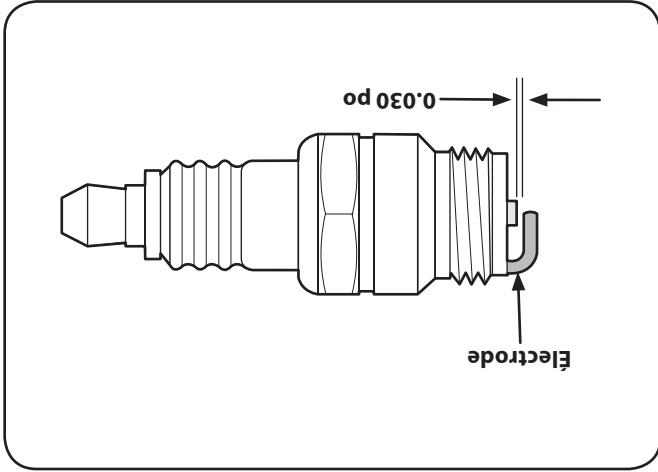

Figure 6-5
- Mesurez l'écartement de la bougie avec une jauge d'écartement. Ajustez au besoin en pliant l'électrode de côté. Voir la Figure 6-5. L'écartement doit mesurer 0,030 po.